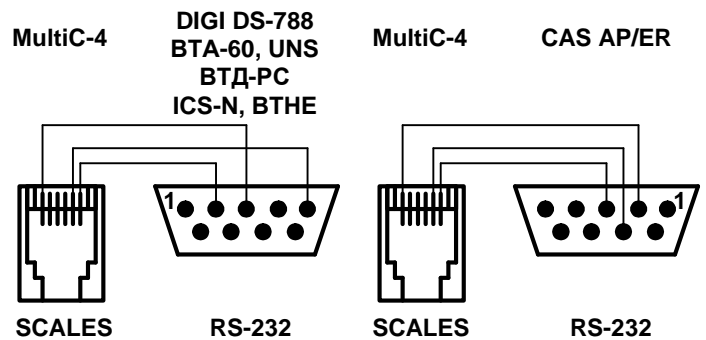

Рис. 4
13. 3. Схеми кабельного з'єднання «MultiC-4» з вагами зображені на Рис.4.